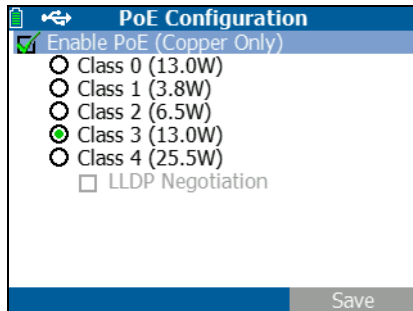

Рис.19. Конфигурация PoE на тестере LR-AT 1000
При работе с LinkRunner AT 2000 можно также включить функцию TruePower™. TruePower применяет нагрузку, эквивалентную указанному классу, для имитации энергопотребляющего устройства (PD). См. рис. 19 и 20.